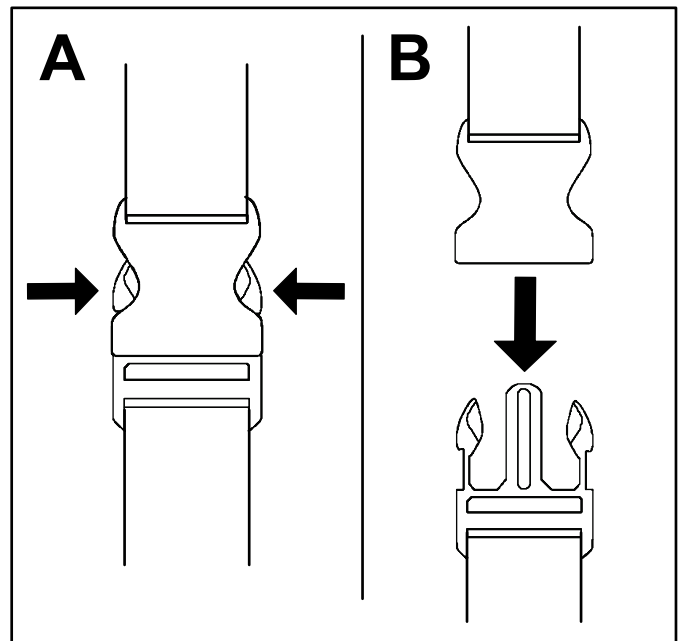

Figura 7
1. Esercitate una pressione sui lati della fibbia (A di Figura 7).
2. Consentite lo sganciamento della fibbia (B di Figura 7).